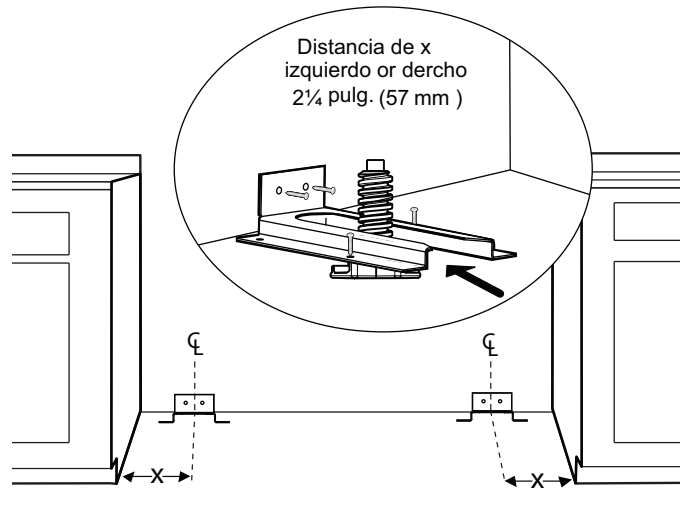

Figura 7: Colocación del dispositivo antivolcadura
1. Coloque el soporte sobre el piso en la posición indicada en la *Figura 7*.